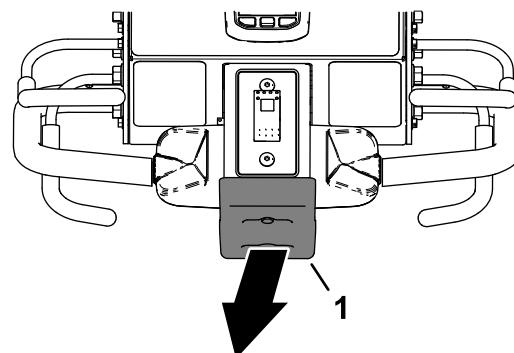

Bild 99
2. Entfernen Sie sich vom Anschlagschalter (Bild 99).